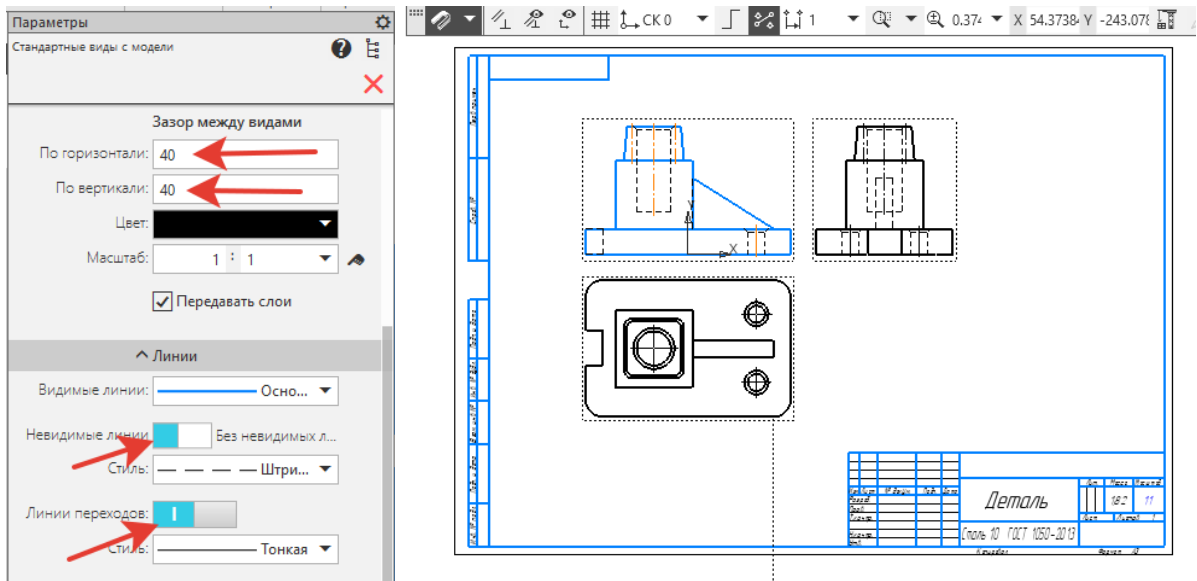

Рисунок 29.
3. На панели *Параметры – Зазор между видами–По горизонтали–40, По вертикали–40*. Находим *Линии - Невидимые линии* - передвинуть бегунок влево (рисунок 29). Фиксирует фантомы трех видов на формате.